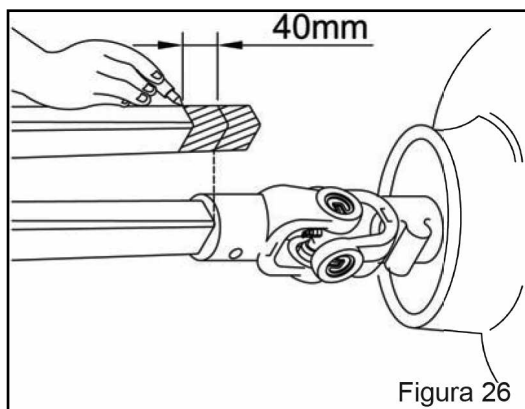

Figura 26
- f) Efetue o corte nos pontos marcados conforme orientação (Figura 26 a 28), após o corte dê o acabamento nas partes com lima e lubrifique com uma camada fina de graxa. (Figura 29). Efetue o corte necessário no tubo da capa de proteção. Monte novamente a capa de proteção no cardan.